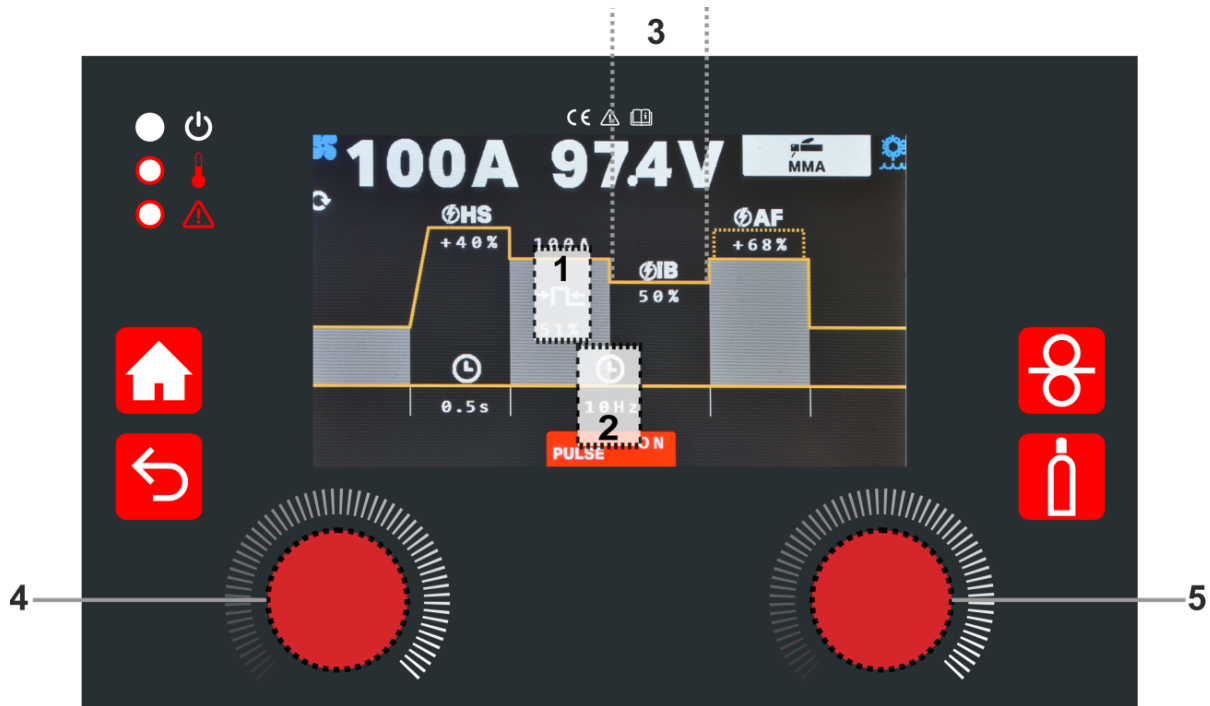

Fig. 16
- Colocar PULSE em ON por meio do encoder do lado direito (5 - Fig. 16). No MMA pulsado, a corrente de soldadura oscila entre um valor de corrente alto e um valor de corrente baixo, permitindo uma menor entrada térmica em chapas mais finas e um maior controle do arco nas posições mais exigentes (vertical ascendente).